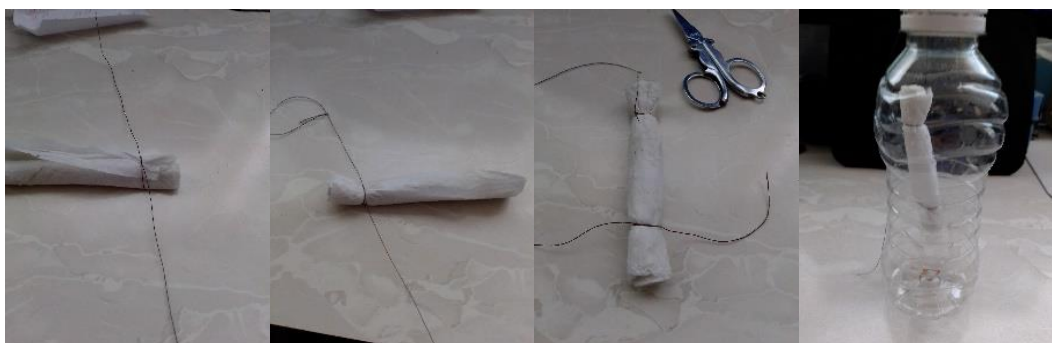

Figura 3. Forma en que deben amarrarse los extremos del “cigarro”.
- Deje 20 [cm] de largo en uno de los extremos del hilo para sujetarlo a la botella (figura 3).